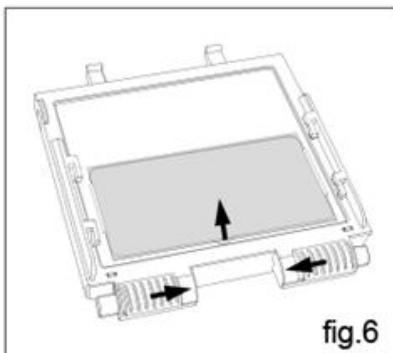
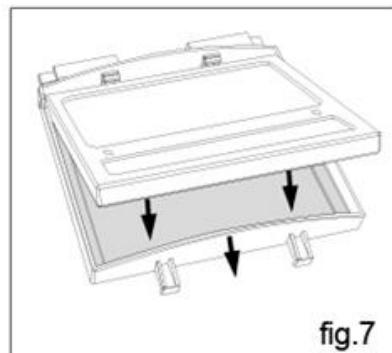

fig.6
fig.7
- **VÝMĚNA PŘEDNÍ KRYCÍ FOLIE** – Vyjměte kazetu filtru z rámečku zatlačením zámků do středu a zvednutím kazety filtru (viz.fig.6) a vyměňte krycí folii.
- **VÝMĚNA KAZETY FILTRU** - vyjměte kazetu filtru s rámečkem kazety filtru ze skořepiny kukly (viz.fig.6), vyjměte kazetu filtru z rámečku. Vložte novou kazetu filtru do rámečku. Ujistěte se že kazeta filtru je vložena správně (viz.na fig.7). Nainstalujte kazetu filtru s rámečkem zpět do skořepiny kukly.